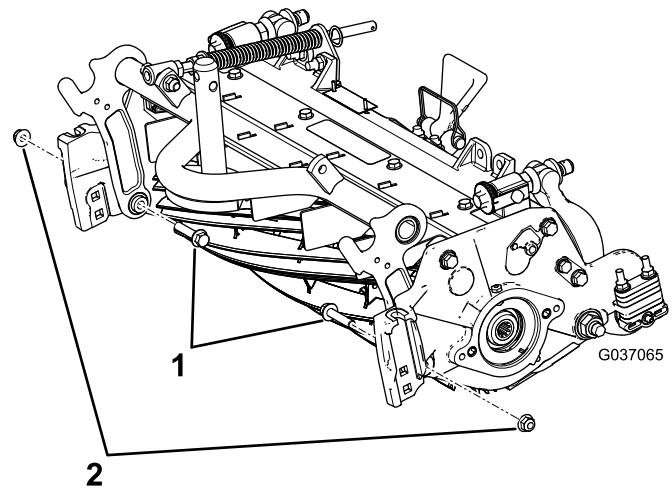

Figura 7
- B. Instale os dois parafusos de cabeça flangeada existentes no interior da unidade de corte e prenda-os com as porcas de bloqueio flangeadas de $\frac{3}{8}$ pol. (Figura 7).